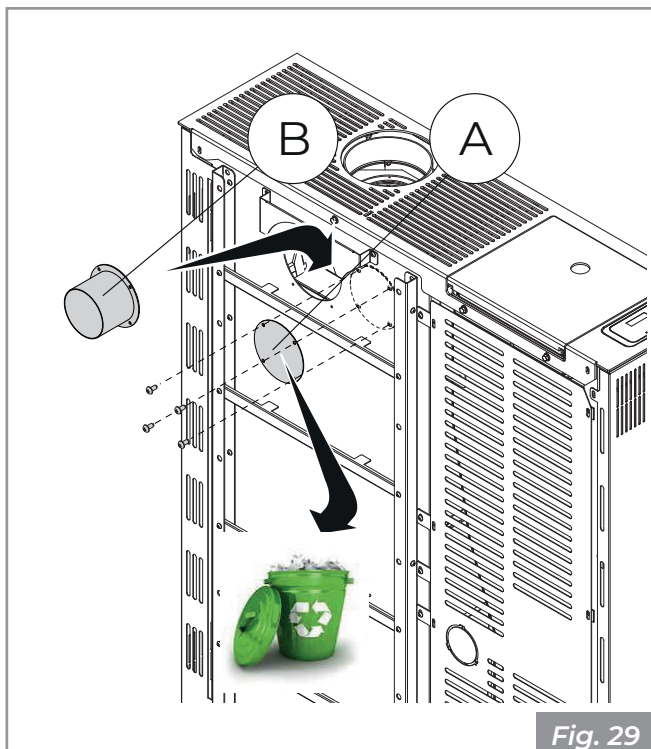

Fig. 29
Pour pouvoir brancher le poêle à l'installation de chauffage canalisé, il faut retirer le bouchon arrière (A) et monter le tube diamètre 80 mm (B) fourni (Fig. 29).